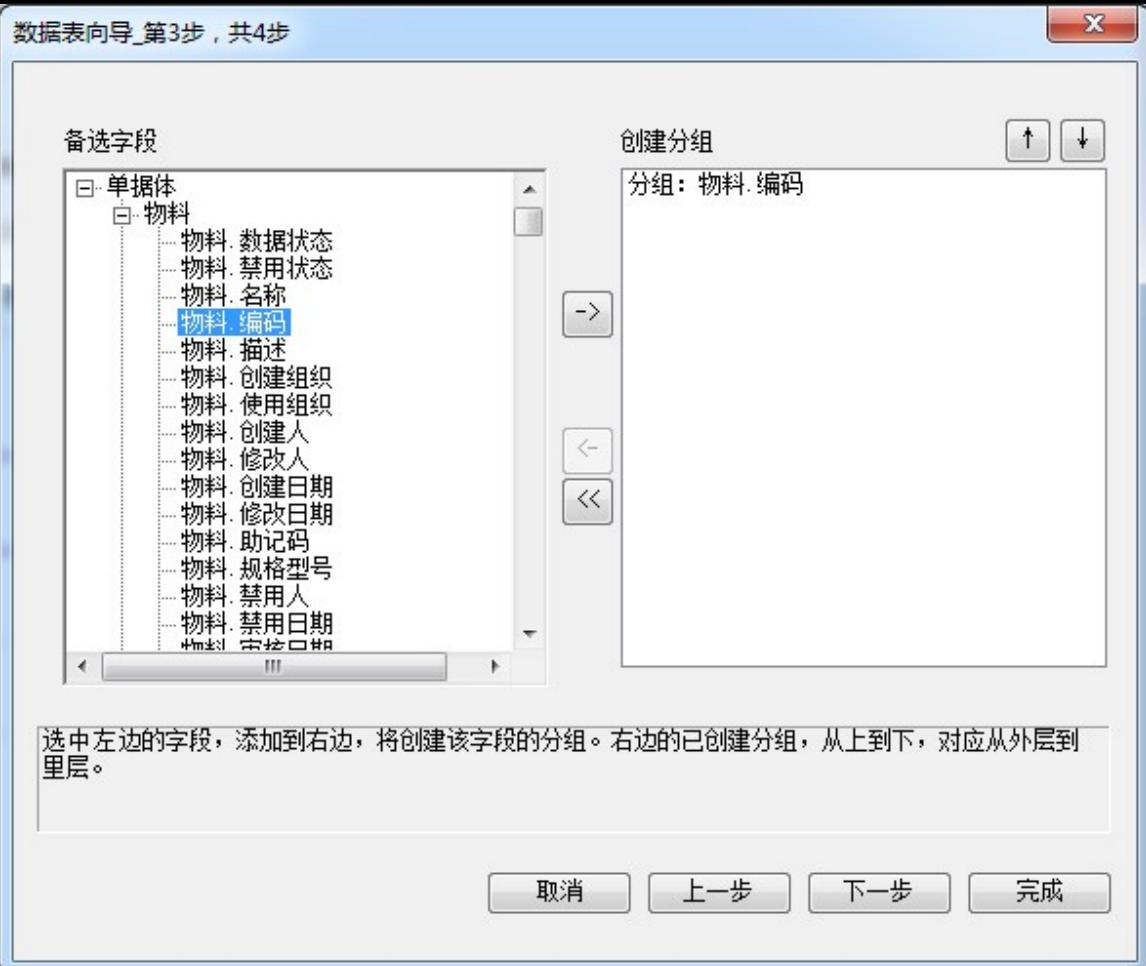

图 6-1-9 数据表格向导第三步
- 9、数据表格向导第三步创建分组，数据表格分组功能是将数据分组统计，我们选择物料编码作为分组依据，把相同的物料分成一组，统计每个物料分组的采购数量合计，首先添加物料. 编码作为分组，点击【下一步】继续，如图6-1-9所示。